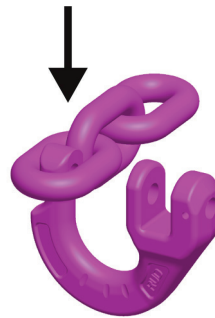

Abb. 9: Kette in Bügelauge einführen
1. Führen Sie das letzte Kettenglied des VIP-Kettenstangs über das einzelne Bügelauge (Abb. 9). Ein zusätzliches Verbindungsglied ist in diesem Fall nicht notwendig: